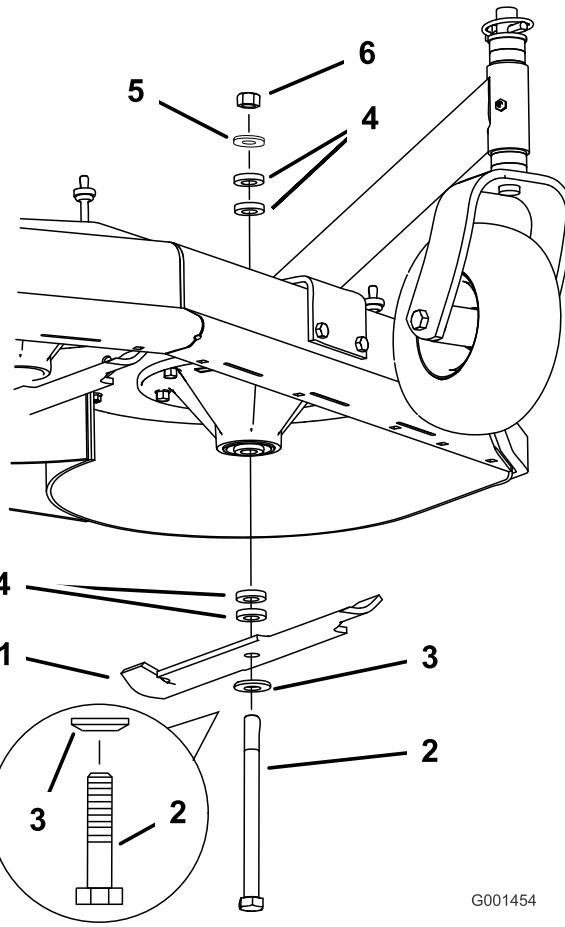

Bild 15
3. Halten Sie die Messerschraube fest und nehmen die Mutter ab. Schieben Sie die Schraube durch die Spindel und ändern Sie die ggf. die Distanzstücke (Bild 15).
und befestigen sie mit der dünnen Scheibe und einer Mutter (Bild 15).